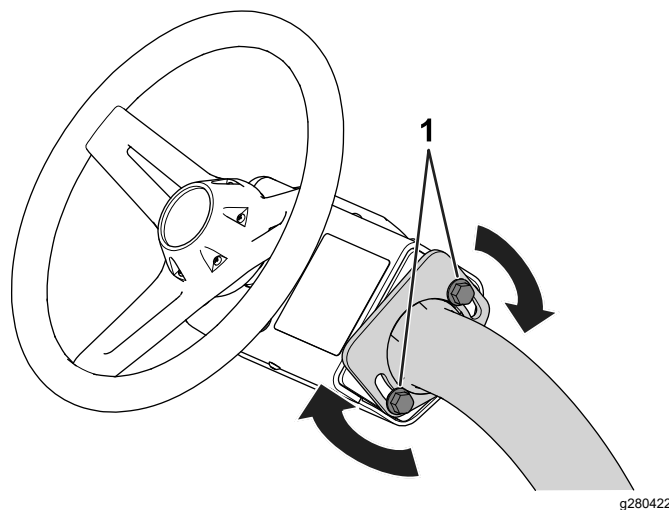

Figura 29
1. Allentate i bulloni (Figura 29) che fissano il gruppo del volante al braccio di sterzo.
3. Serrate i bulloni (Figura 29) per fissare il gruppo del volante nella posizione regolata.